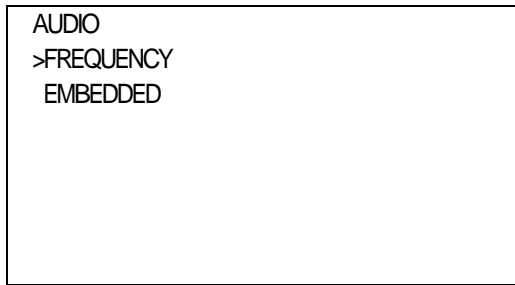

図4-31 オンスクリーンメニュー (AUDIO 例)
- 1)メインメニューで「AUDIO」を選択し、**ENTER**ボタンを押すと図4-31のような設定メニューが表示されます。
(24) FREQUENCY